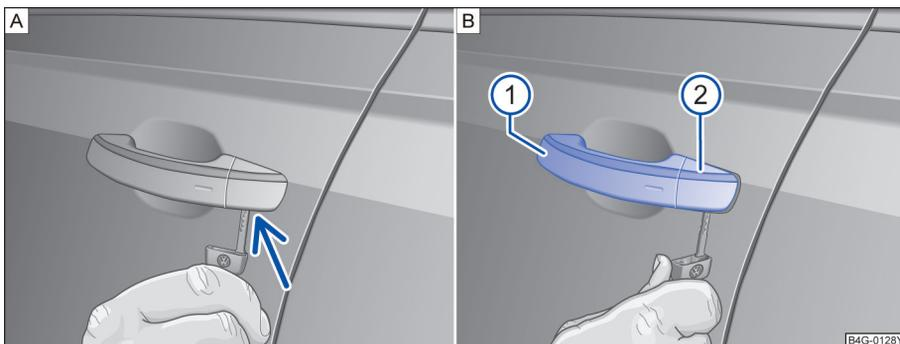

图 47 取下在驾驶员车门内车门锁的盖罩
- 拉起开门把手 ①。
- 将无线遥控钥匙的钥匙头从下面插入盖罩的开口内 ⇒ 图 47 ②。
- 转动钥匙以便松开盖罩并取下。⇒ 图 47